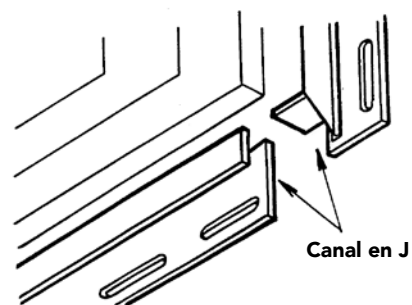

Figura 56
- Puede realizarse un corte en inglete y una lengüeta en la parte inferior de la ventana (Figura 56) dependiendo del estado del antepecho.